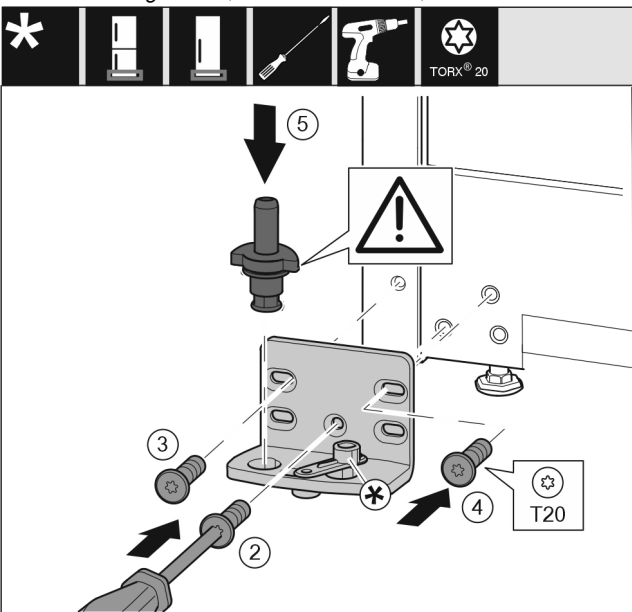

Fig. 22 *
- ▶ 将托架安装到另一侧，并借助螺丝刀旋紧。用螺钉 Fig. 22 (2) 从底部的中心开始。*
- ▶ 拧紧螺钉 Fig. 22 (3) 和螺钉 Fig. 22 (4)。*
- ▶ 将轴承螺栓 Fig. 22 (5) 完全装入。同时注意止动凸轮需指向后方。*
- ▶ 将托架安装到另一侧，并借助螺丝刀旋紧。用螺钉 (2) 从底部的中心开始。*
- ▶ 拧紧螺钉 (3) 和螺钉 (4)。*
- ▶ 将轴承螺栓 (5) 完全装入。同时注意止动凸轮需指向后方。*